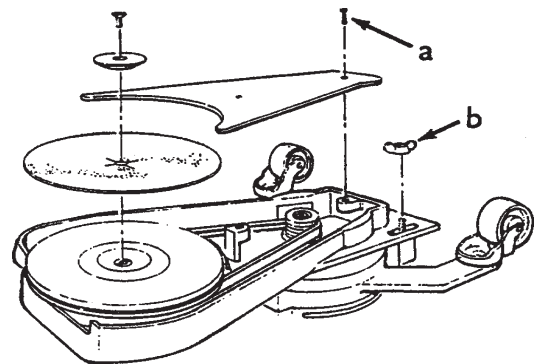
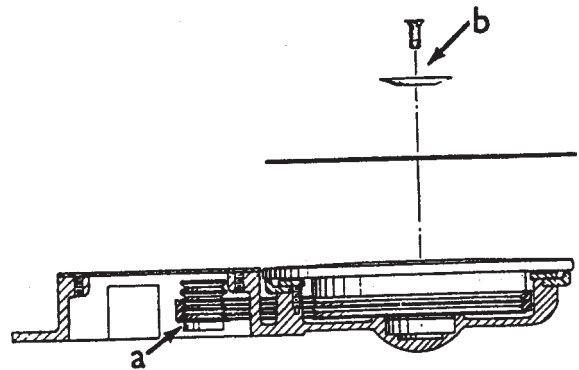

Figure 2.1
Figure 2.2
3. Retirer le protège-courroie (Figure 2.1-a). Positionner la rallonge au-dessus du moteur et de la vis à serrage manuel (Figure 2.1-b). **Positionner la courroie d'entraînement dans le jeu de rainures placé le plus bas sur la poulie du moteur, comme illustré dans la Figure 2.2-a (pour la rallonge kick-toe avec patin de 17,8 cm de diamètre).** Le jeu de rainures situé le plus haut est réservé à l'utilisation de tous les autres accessoires. Tendre la courroie d'entraînement, puis serrer les vis à serrage manuel. Tourner le porte-disque pour examiner la position de la courroie d'entraînement dans la poulie du moteur et les rainures de la courroie du porte-disque.
5. Retirer la vis et la bride retenant l'abrasif. Centrer l'abrasif sur le patin, fixer la bride et visser la vis (Figure 2.2-b).